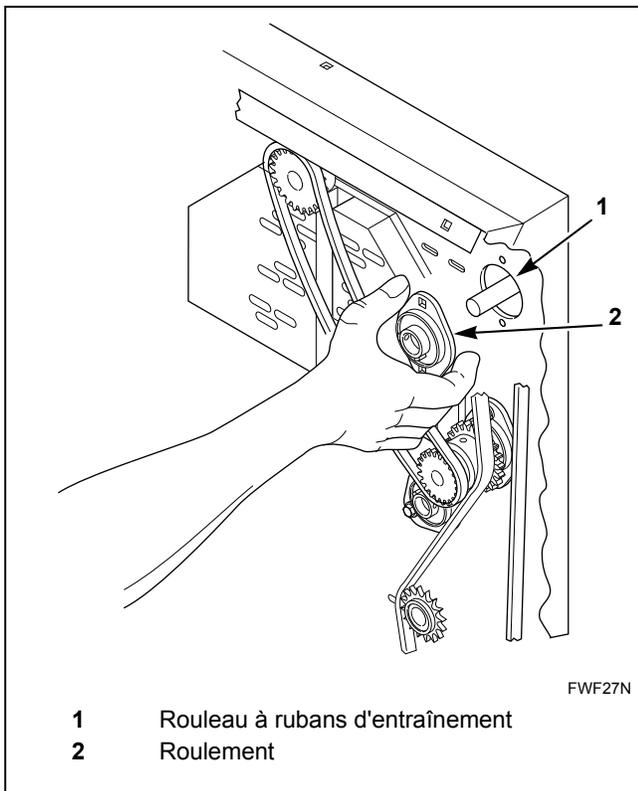

Figure 33
7. Retirer le roulement en appuyant à gauche. Se reporter à la *Figure 33*.